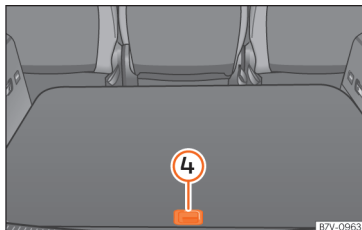

Abb. 168 Weitere Ablageflächen im Gepäckraumboden.
- **Öffnen:** Hinteren Teil des Gepäckraumbodens mit dem Griff nach oben ziehen » **Abb. 168** (4).
- **Schließen:** Taschenhaken zurückklappen und hinteren Teil des Gepäckraumbodens (4) herunterdrücken